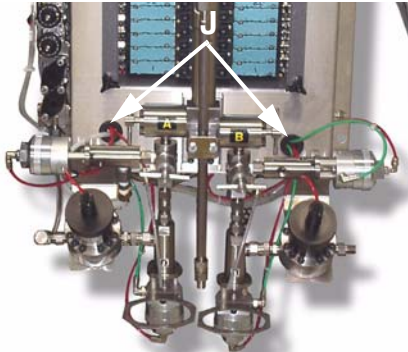

FIG. 19
- Instradare i cavi del segnale attraverso i fori del pannello del fluido Smart (J - FIG. 19) e nell'alloggiamento attraverso i pressacavi (GG - FIG. 20). Lasciare sufficiente spazio nel cavo in modo che l'alloggiamento (K) possa essere sollevato per la manutenzione.